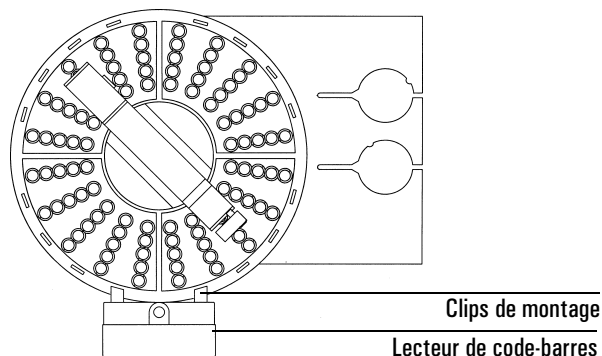

Figure 5 Emplacement de montage du lecteur de code-barres
2. Montez le lecteur de code-barres sur l'avant de l'embase du plateau en insérant les deux clips de montage du lecteur de code-barres dans les fentes de montage du bord de l'embase du plateau. Voir la Figure 5.